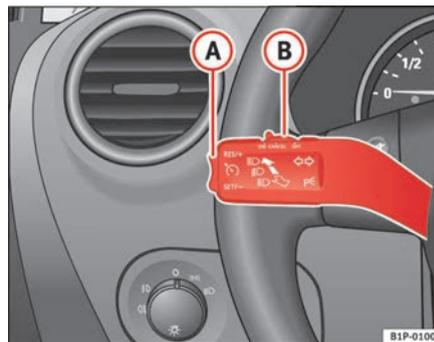

Fig. 126 Leva degli indicatori di direzione e degli abbaglianti: interruttore e tasto di comando del regolatore di velocità
- Spostare verso sinistra l'interruttore ⇒ fig. 126 **(B)**, posizionandolo su **ON**.